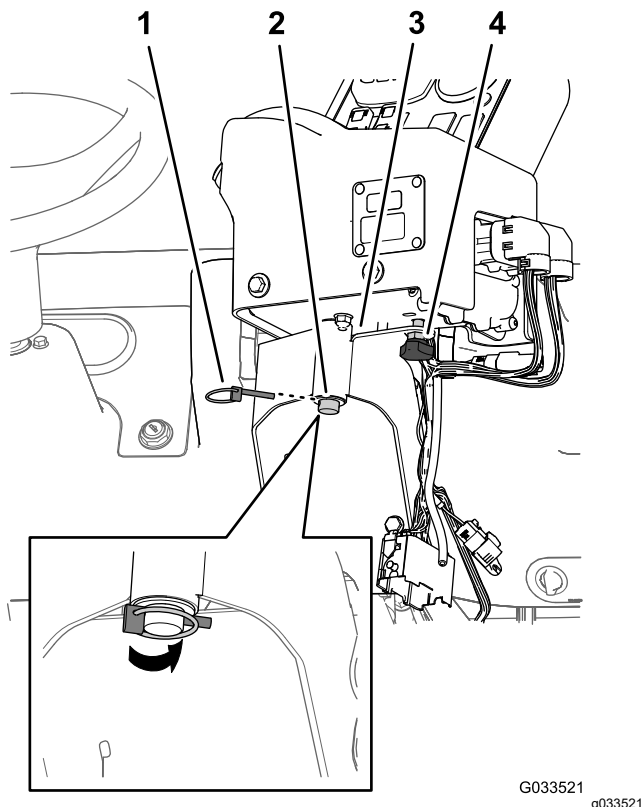

Figura 19
2. Instalati consola de comandă pe suportul de montaj al sistemului de control i fixai consola de comandă cu tiftul cu clemă i arc (Figura 19).
3. Instalati rozeta manuală i strângeți-o pentru a preveni rotirea consolei în timpul funcționării (Figura 19).